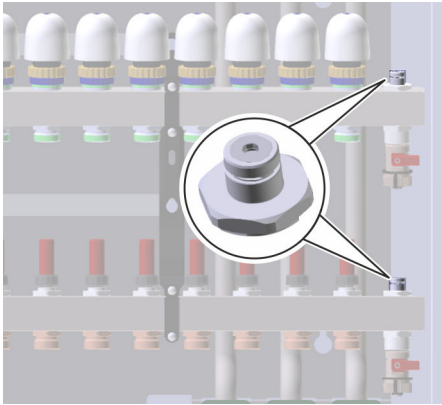

Abb. 57: Entlüftungsventile
9. Um die Heizkreise zu entlüften, Entlüftungsventile (Abb. 57) an der Rändelschraube öffnen.